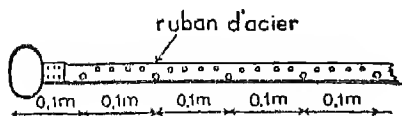

Fig. 5. — Décimètre à ruban d'acier.
2. Il existe des décimètres à ruban d'acier (fig. 5) qui portent une graduation en décimètres et une autre tous les deux centimètres. Ils permettent des mesures plus précises que la chaîne.